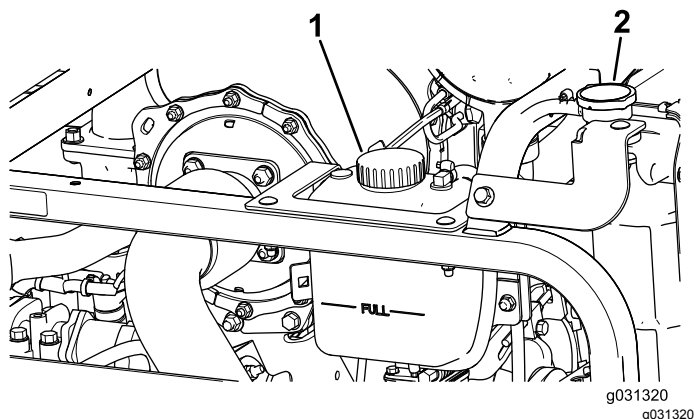

Figura 113
1. Togliete con cautela il tappo del radiatore e il tappo del serbatoio di espansione (Figura 113).
2. Controllate il livello del refrigerante nel radiatore (Figura 113).